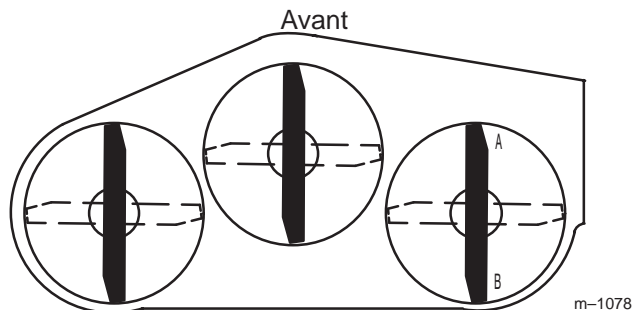
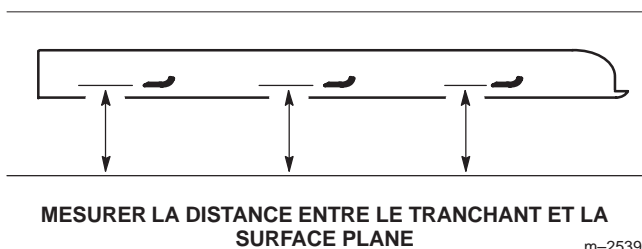

Figure 70
Figure 71
1. Tournez la lame **droite** à 180° (Fig. 70).
2. Mesurez la distance au point **A** (Fig. 70) entre la surface plane et le tranchant de la pointe de la lame droite (Fig. 71).
4. Mesurez la distance au point **B** (Fig. 70) entre la surface plane et le tranchant de la pointe de la lame droite (Fig. 71).
6. La lame doit être **plus basse de 6 à 10 mm (1/4 à 3/8 pouce) au point A qu'au point B** (Fig. 70). Si ce n'est pas le cas, passez aux étapes suivantes.